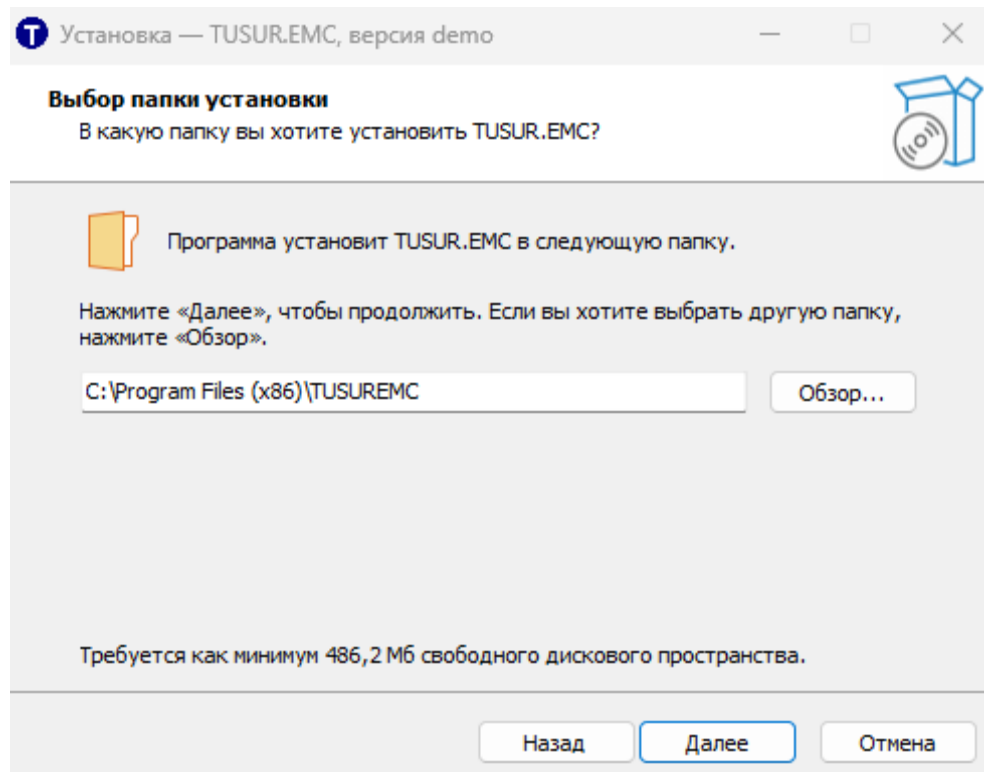

Рисунок 1.2 – Окно выбора папки установки системы «TUSUR.EMC» в мастере установки
2. Затем во втором окне во втором окне мастера установки необходимо выбрать путь установки ПО (рисунок 1.2). Для этого нужно нажать кнопку «Обзор» и указать путь установки на диске. Для продолжения установки нужно нажать кнопку «Далее».